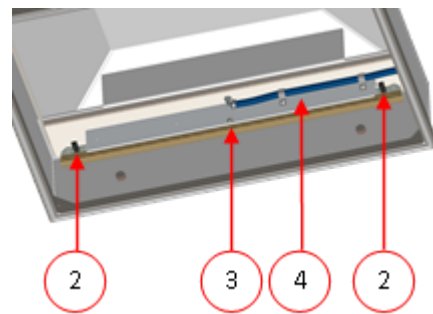

Figura 26: Extracción de la barra de sellado (tapa de metal)
con una tapa de metal, las barras de sellado están montadas en la tapa (*Figura 26: Extracción de la barra de sellado (tapa de metal)* en la página 70).
Tapa de metal Consulte *Figura 26: Extracción de la barra de sellado (tapa de metal)* en la página 70. Desconecte los dos conectores eléctricos (2) y quite el tornillo M6 (3) para extraer la barra de sellado de los soportes (4).